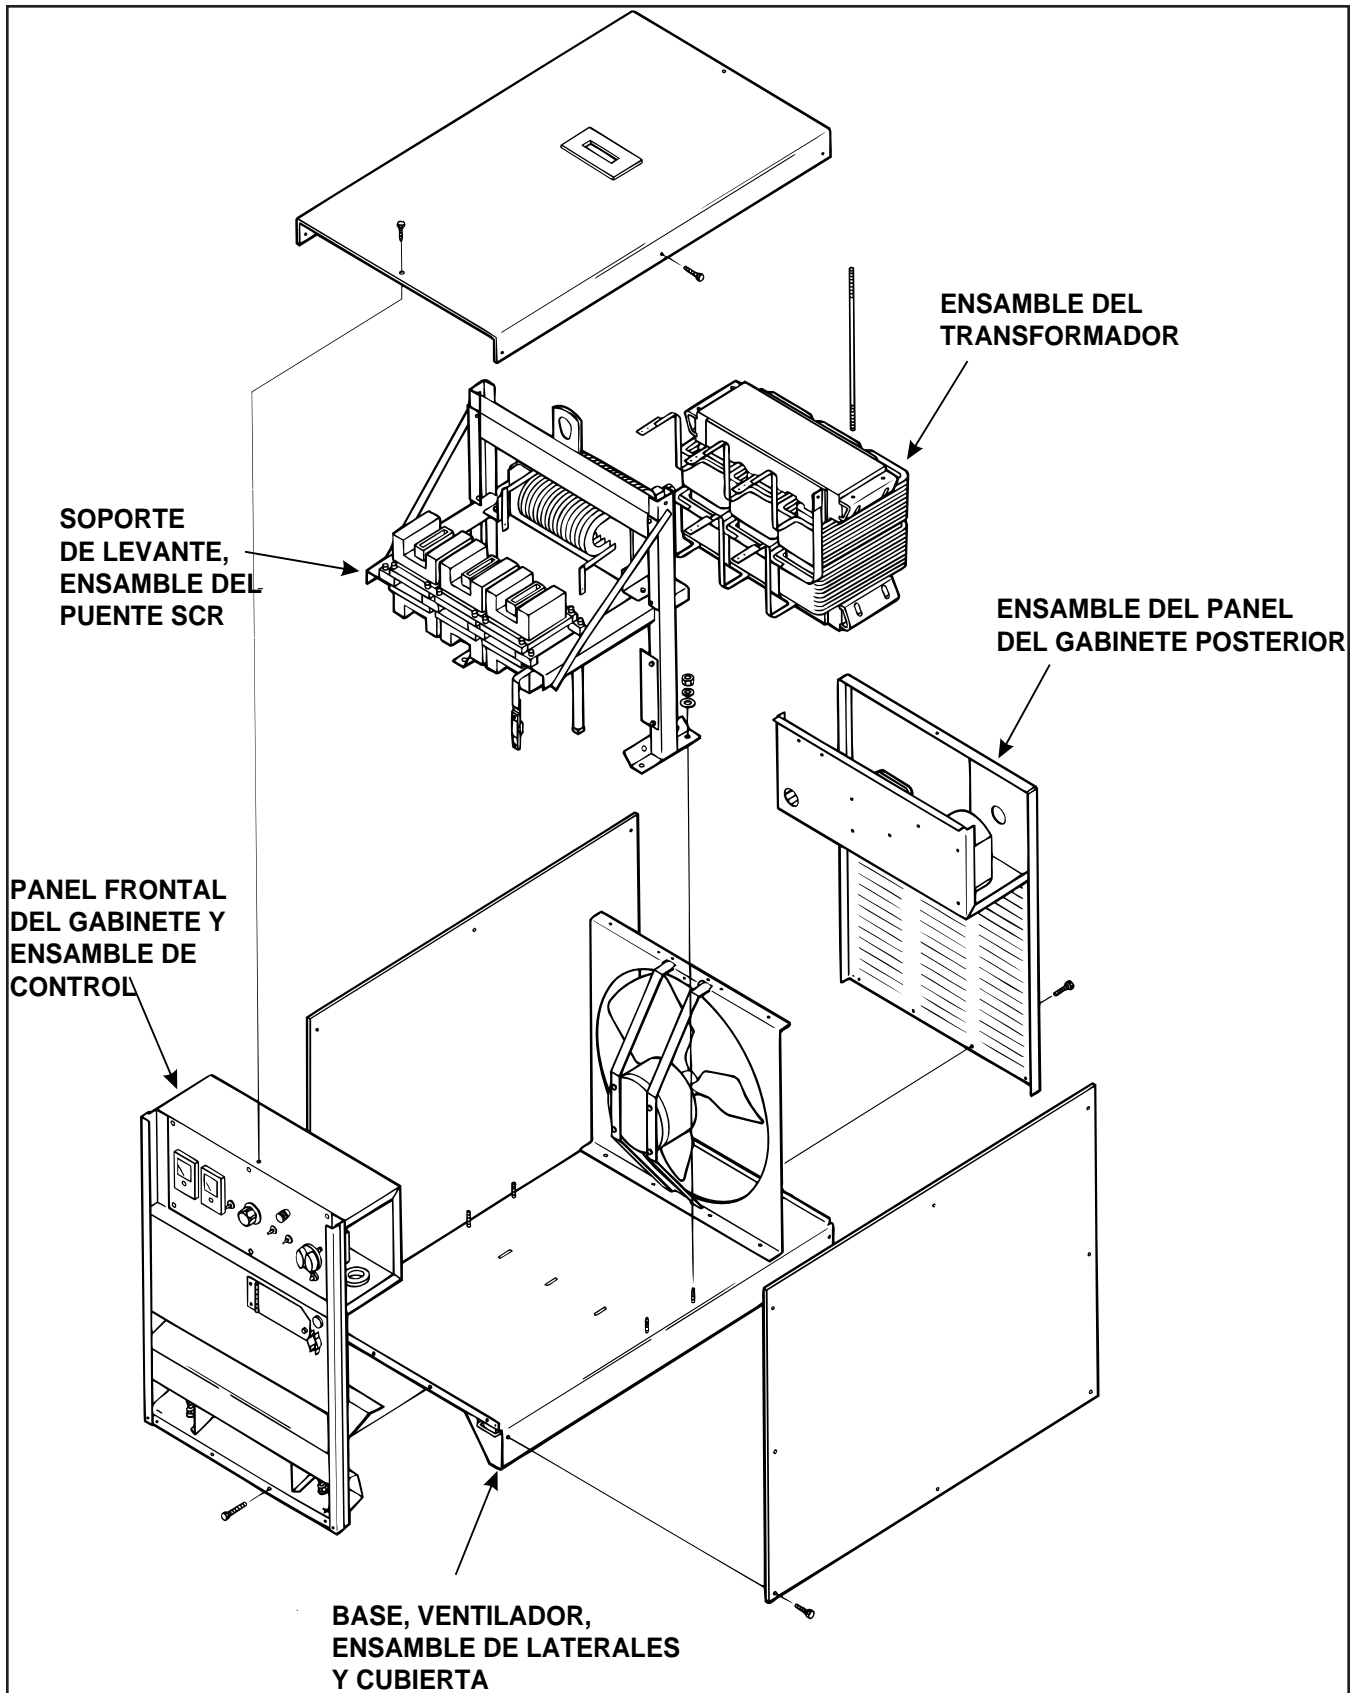

FIGURA D.1 - VISTA ESQUEMATICA DE LOS ENSAMBLES GENERALES
1. Desconecte las líneas de fuente de energía de entrada de CA de la máquina antes de realizar el mantenimiento periódico y de ajustar, limpiar o reemplazar partes. Consulte la Figura D.1.
Limpie el interior de la máquina con una corriente de aire a baja presión. Limpie las siguientes partes. Consulte la Figura D.1.